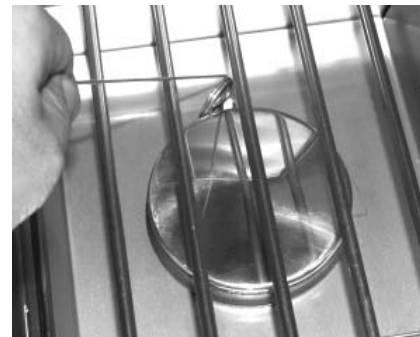

Fig. 20-2 - Éclairage manuel
2. Insérez un allumeur brûlant de butane de long-baril, une allumette brûlante de long-tige, ou une allumette brûlante tenue par un support de prolongation de fil par la grille à cuire s'ouvrant au brûleur (fig. 20-2). Tenez la flamme contre le bord du brûleur.
4. Si le brûleur ne s'allume pas, enfoncez immédiatement le bouton et tournez la valve à AU LOIN. ATTENDEZ CINQ (5) MINUTES avant de répéter les étapes 2 à 4 des instructions manuelles d'éclairage.